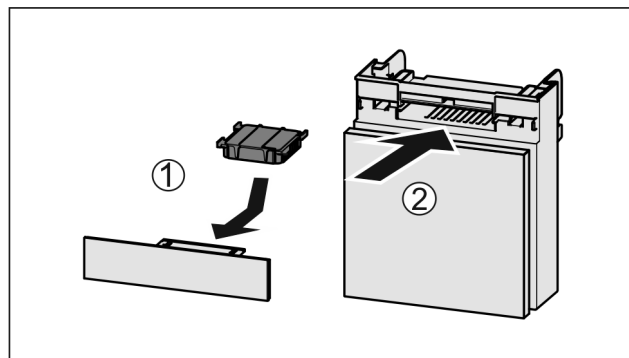

Fig. 112
- Inserire il vano Fig. 112 (2).